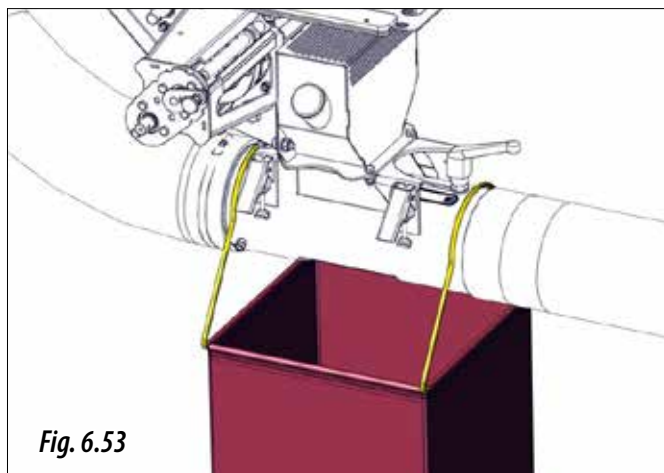

Fig. 6.53
- 4- Așezați sacul furnizat sau un container sub ieșirea canalului de evacuare al injectorului venturi (Fig. 6.53).